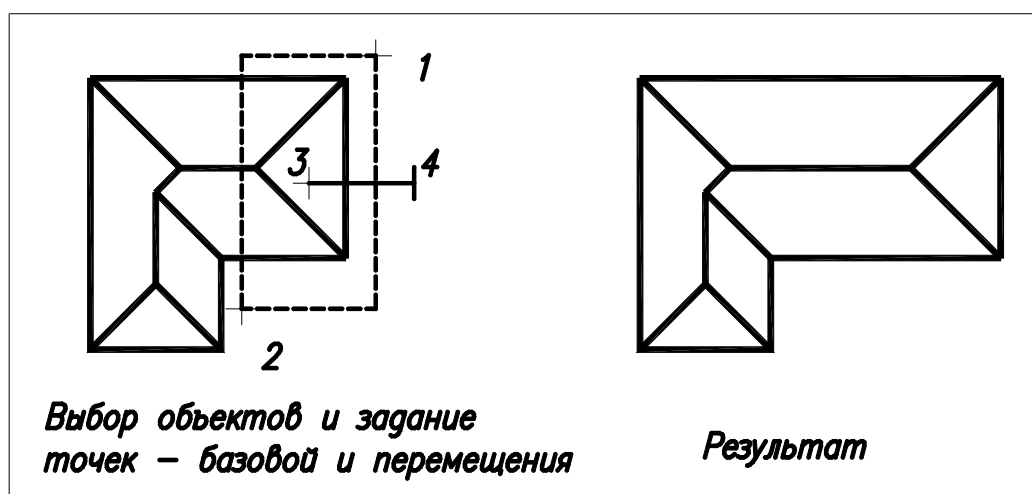

Рис. 3.12. Растягивание объектов
3.3.8. Растягивание или сжатие объектов (рис. 3.12)